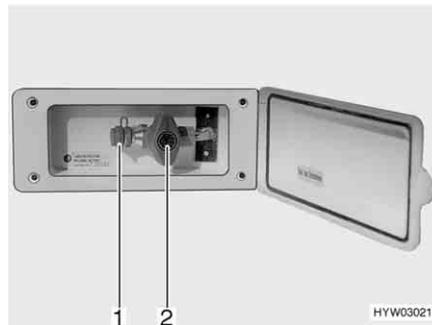

Fig. 157 Toma exterior de gas (válvula de paso de gas cerrada)
La toma exterior de gas (Fig. 157) se encuentra en el lado derecho del vehículo.
- Conectar el aparato de gas externo en el punto de conexión (Fig. 157,1).
- Abrir la válvula de paso de gas (Fig. 157,2).